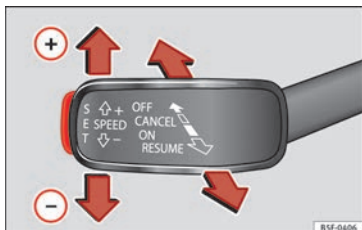

Abb. 33 Siehe Einbauort in der Abbildung 3
- GRA einschalten: dritten Hebel in Stellung **ON** » Abb. 33 bringen. System wird eingeschaltet, jedoch erfolgt noch keine Regelung, da noch keine Geschwindigkeit gespeichert ist.
- GRA aktivieren: Drücken Sie die Taste **SET** » Abb. 33. Die aktuelle Geschwindigkeit wird gespeichert und geregelt.
- GRA vorübergehend abschalten: Den Hebel in die Stellung **CANCEL** » Abb. 33 bringen und loslassen oder das Bremspedal betätigen. Regelung wird vorübergehend abgeschaltet.
- GRA wieder einschalten: Den Hebel in die Stellung **RESUME** » Abb. 33 bringen und loslassen. Die gespeicherte Geschwindigkeit wird erneut gespeichert und eingestellt.
- GRA abschalten: Den dritten Hebel in die Stellung » Abb. 33 auf **OFF** bringen. Das System wird abgeschaltet und die gespeicherte Geschwindigkeit gelöscht.